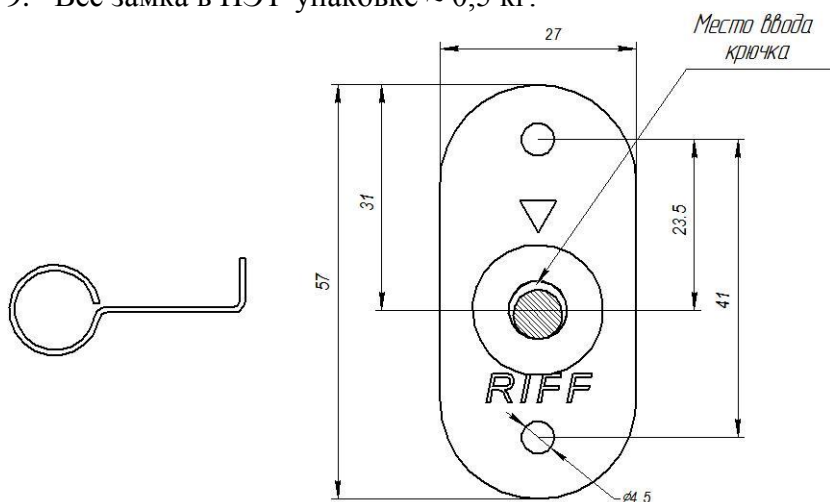
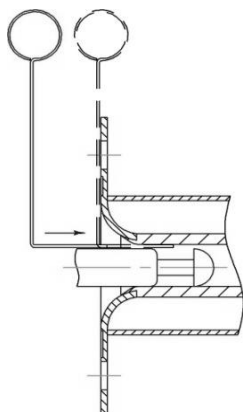
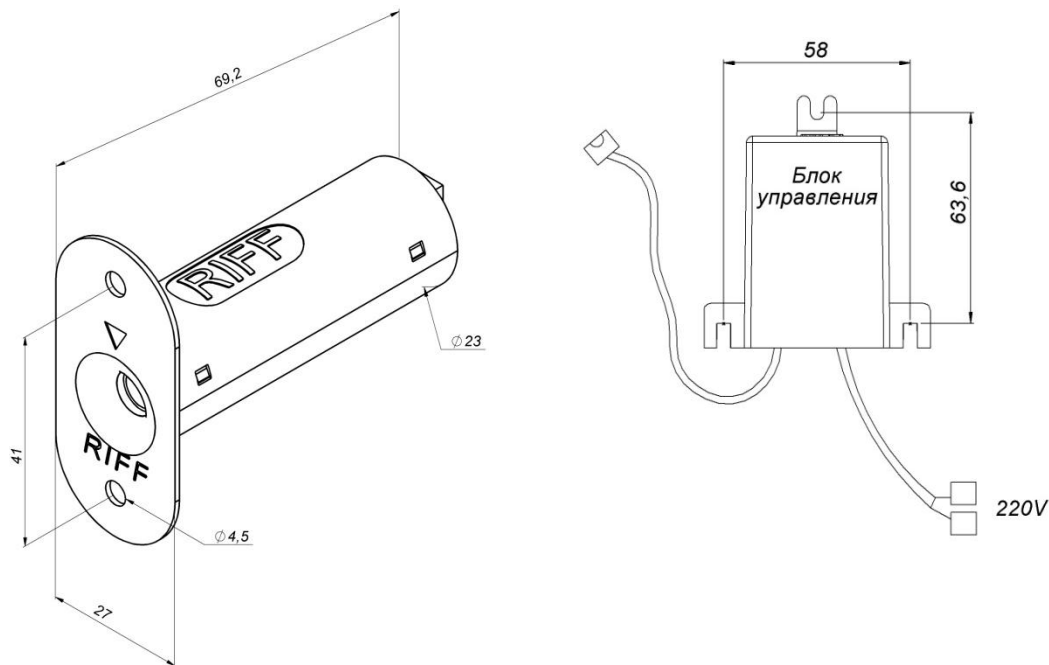

Рис. 1.
Рис. 2. Ввод отмычки в замок.
Рис. 3. Присоединительная схема замка.
4. В случае отключения электричества замок можно открыть, приставив крючок-отмычку к месту, указанному стрелкой на лицевой панели замка (см. рис. 1).
5. После ввода крючка в замок (рис.1), потянуть дверь вместе с крючком на себя (рис. 2).
ВНИМАНИЕ: работоспособность замка обеспечивается только при нахождении треугольной метки в верхнем положении (см. рис. 1, рис. 3).